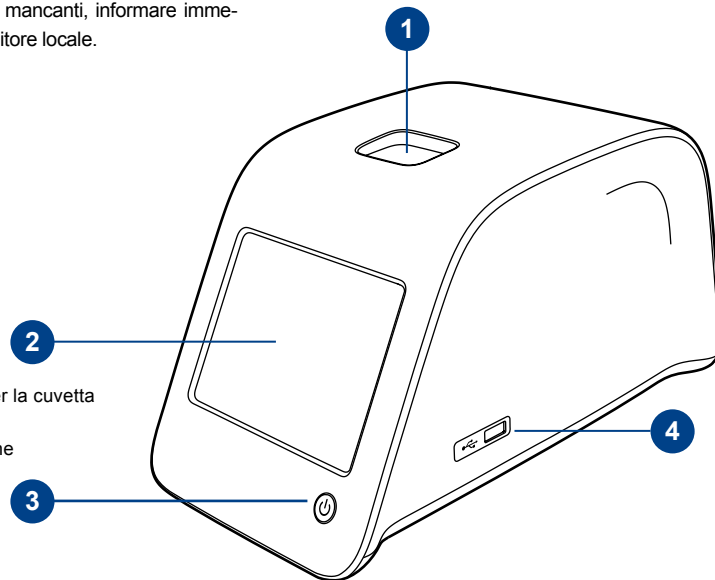
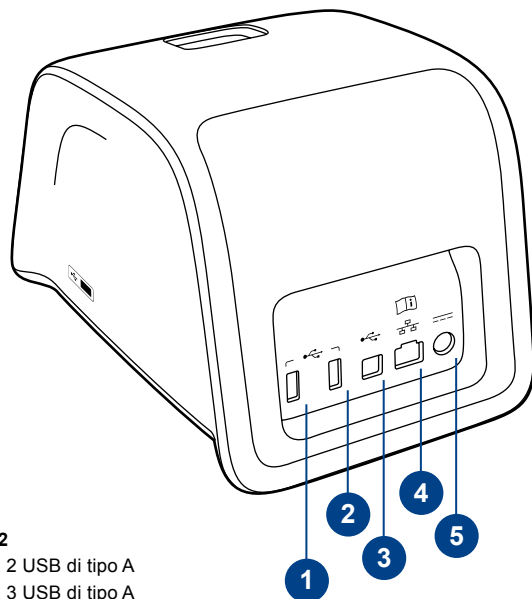
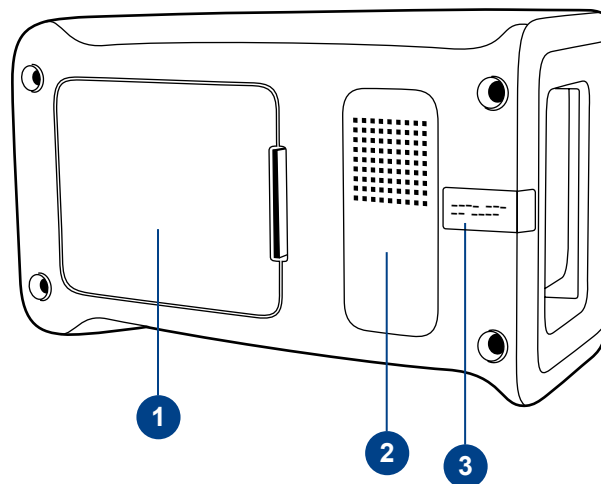

Figura 1
Figura 2
Figura 3
- Non rimuovere alcuna vite per aprire il coperchio dello strumento. Se il sigillo di garanzia è rotto, la garanzia dello strumento non è valida (vedi **Figura 3**).
I componenti del QuikRead go Instrument sono mostrati in **Figura 1** (strumento dall'alto), **Figura 2** (strumento da dietro) e **Figura 3** (strumento dal basso).